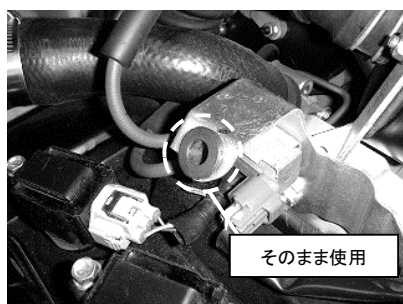

図 4
- 4) 図中○部分のゴムグロメットはそのまま使用します。図 4 参照